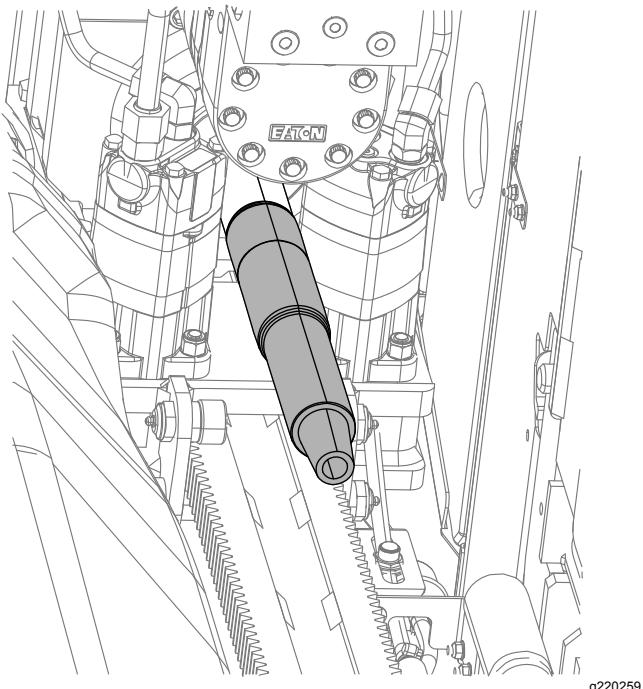

Рисунок 118
- Б. Подставьте сливной поддон под буровой шпиндель для сбора утечки антифриза (Рисунок 118).
- D. Когда антифриз будет выходить из бурового шпинделя (Рисунок 118), выключите насос.